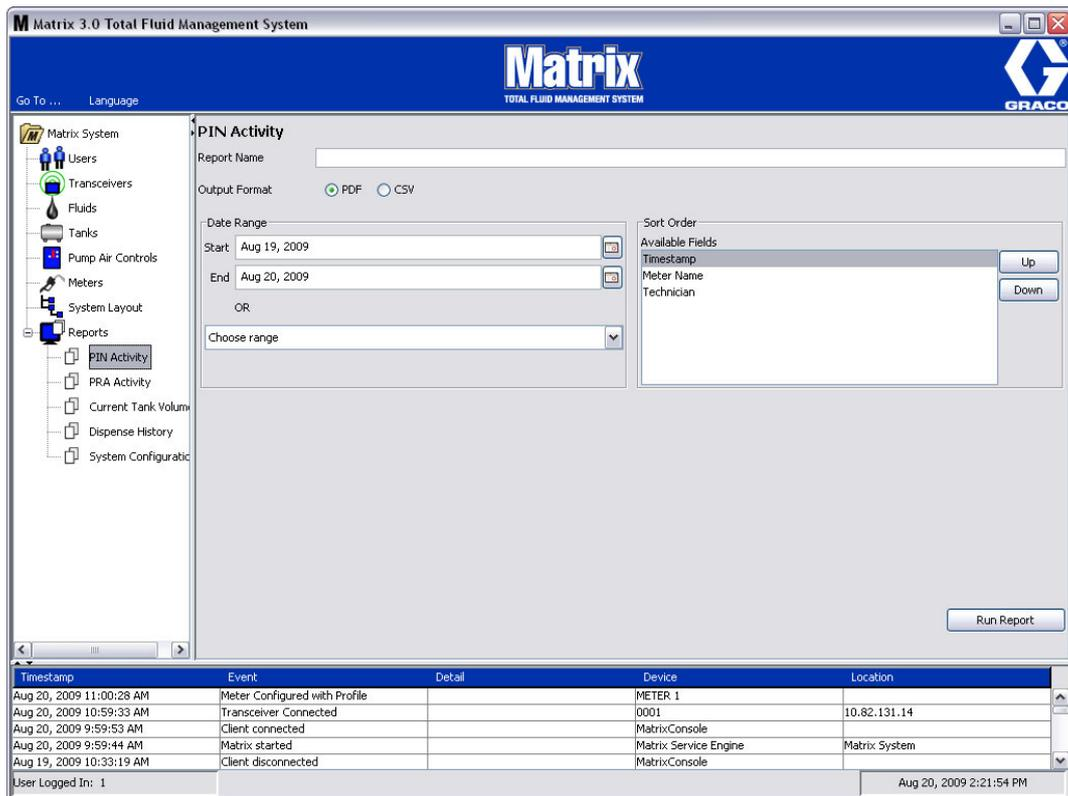

FIG. 101
• **PIN Activity (Attività PIN) (FIG. 101):**